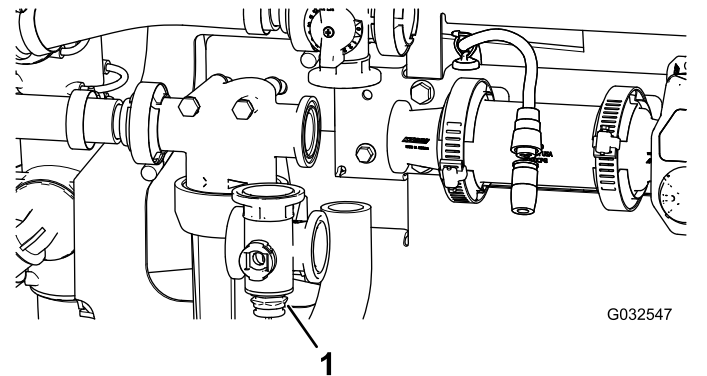

図 103
2. 機体から攪拌バルブマニホールドを取り外す 図 103。